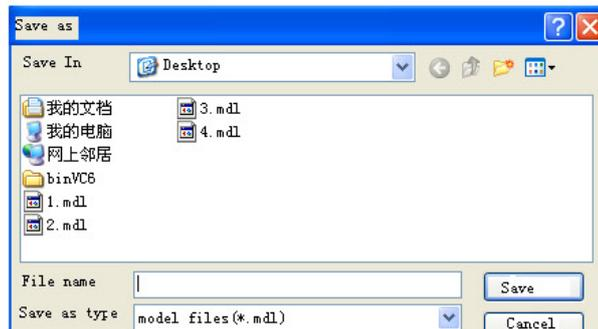

Fig. 4-4
C. Após essa etapa, clique no botão "Salvar modelo" para exibir a caixa de diálogo Salvar na Fig. 4-4: